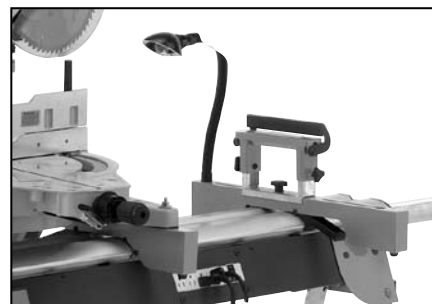

Figure 9
13. L'appui à rouleau peut également être utilisé sur la cale du centre de travail pour supporter de plus petites pièces. Enlever l'appui à rouleau du support en « T » en desserrant le bouton **4** et en faisant glisser la tête du boulon mécanique jusqu'à l'ouverture ronde de la fente. L'appui à rouleau peut alors être fixé à la lampe de travail avec un support de machine ou encore un support de machine supplémentaire, comme l'illustre la Figure 9.